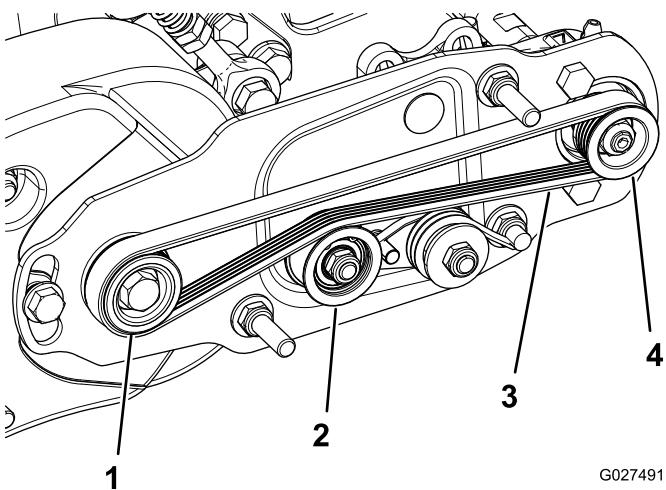

Bild 13
- Verlegen Sie den Riemen um die **Antriebsscheibe** und dann über die Oberseite der Spannscheibe (Bild 13).